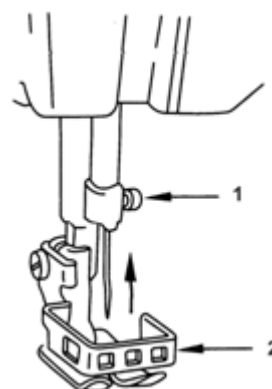

Figura 8
Solte o parafuso '1' mostrado na Figura 8. Enfie a agulha o máximo que puder na barra de agulha.
- Não opere a máquina sem o protetor de dedos '2' (Figura 8).